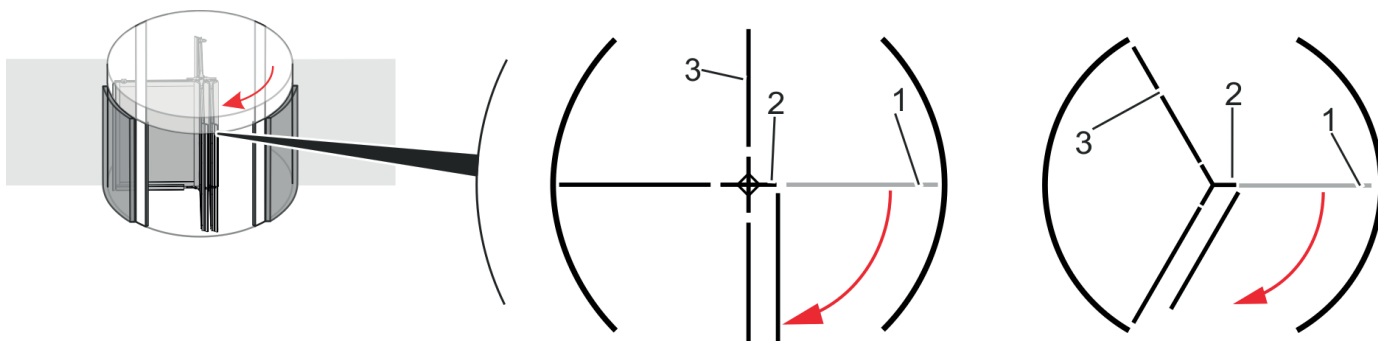

Рис. 11 Высвобождение дверного полотна (4 и 3 полотна)
Аккуратно выровняйте дверное полотно вручную, как показано на Рис. 11 .
3. Ослабьте фиксатор откидного дверного полотна (Рис. 11/1), вставив шестигранный ключ в ручки верхней и нижней фурнитуры (Рис. 11 /2) и повернув их в стороны.
Зафиксируйте откидное дверное полотно на входе (Рис. 11 /3) силами одного работника.
5. Переместите дверное полотно (Рис. 11 /1) в указанном стрелкой направлении, как показано на Рис. 11 .